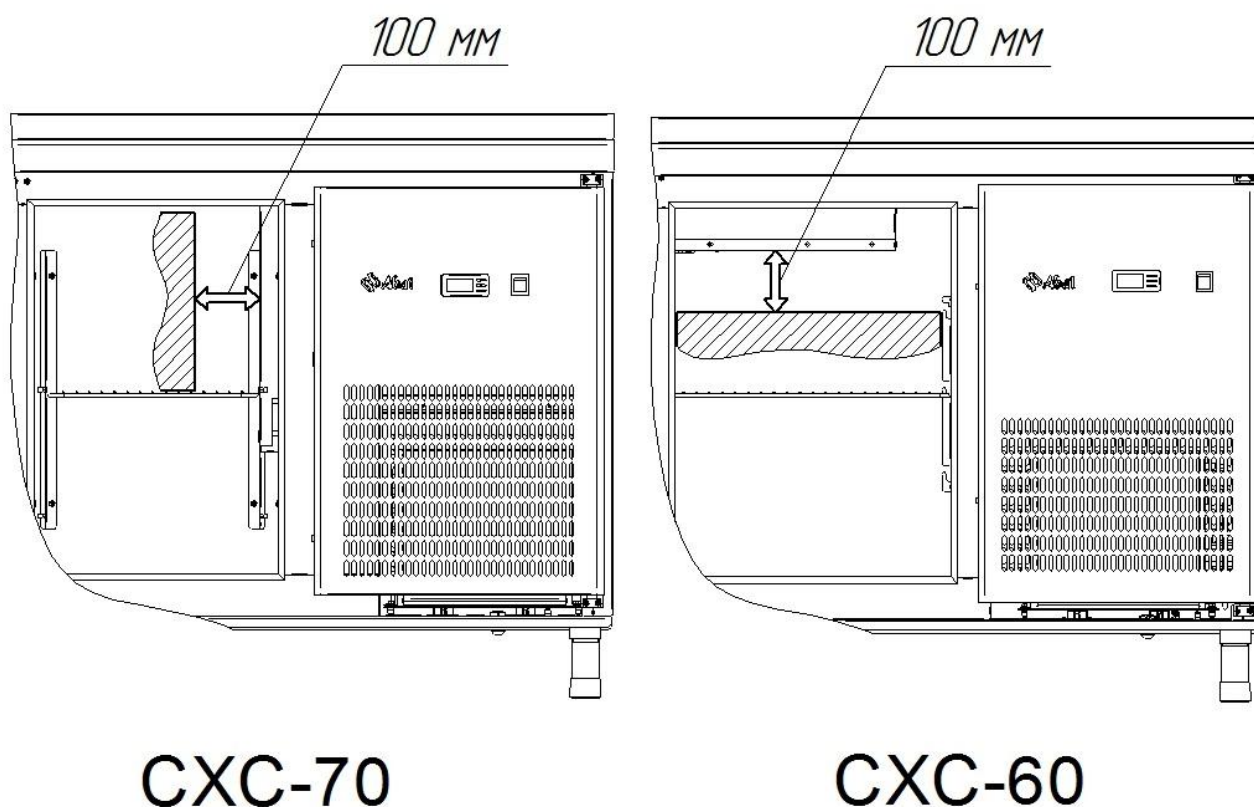

Рис.12. Расстояние между продуктами на крайней правой полке и вентилятором испарителя
- линию загрузки полок стола (прилавка) продуктами ограничивать площадью полок, расстояние между продуктами и вышестоящей полкой должно быть не менее 50 мм, а расстояние между продуктами на крайней правой полке и вентилятором испарителя не менее 100 мм (см. рис.12);